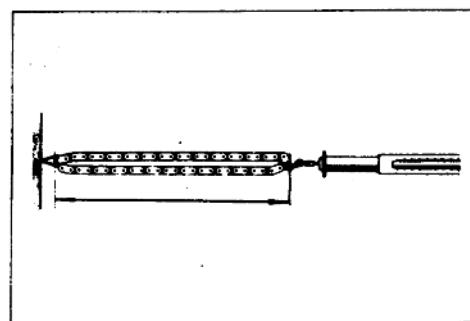

图 1-18
2. 检查正时链的长度,如图 1-18 所示,当以 50 牛顿拉力拉正时链条时,其长度极限为 272.7 毫米。